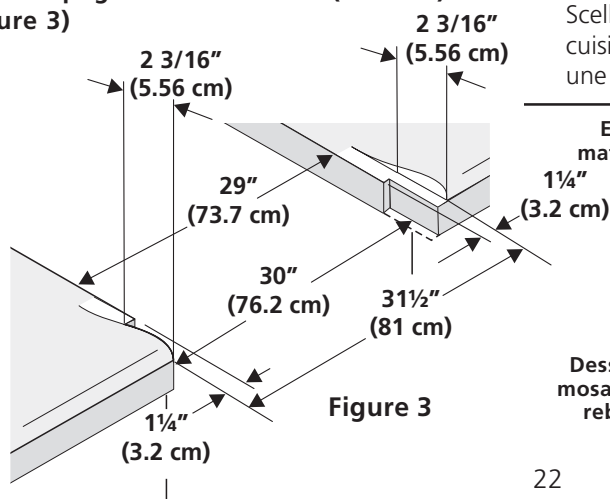

Figure 3
- Pour les découpes actuelles de 29" (73.7 cm) de large (Figure 3)